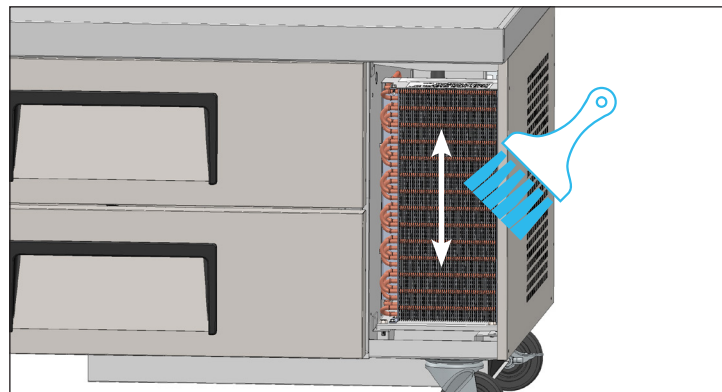

Fig. 2. Nunca escovar pelas aletas da serpentina.
3. Com uma escova de cerdas rígidas, limpar cuidadosamente a sujidade acumulada das aletas da serpentina do condensador dianteira. Ver fig. 2.